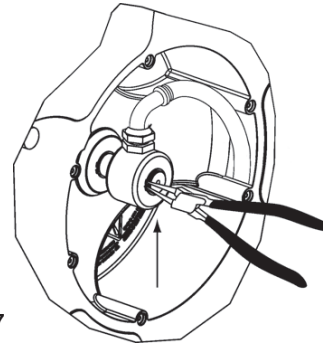

Рис. 17
3. Снять пружинное кольцо и вытянуть шарнир. Соблюдать осторожность, чтобы не повредить уплотнительное кольцо шарнира (рис. 17).